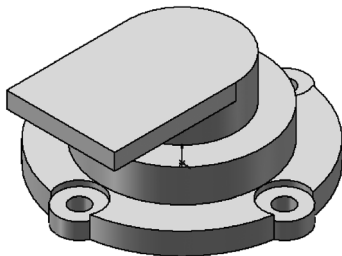

图 7-92 创建拉伸凸台 2
3) 拉伸凸台 2。单击“特征”控制面板中的 $\text{L}$  (拉伸凸台/基体) 按钮, 或选择菜单栏中的“插入”→“凸台/基体”→“拉伸”命令, 拉伸草图生成实体, 设置拉伸深度为 6, 效果如图 7-92 所示。